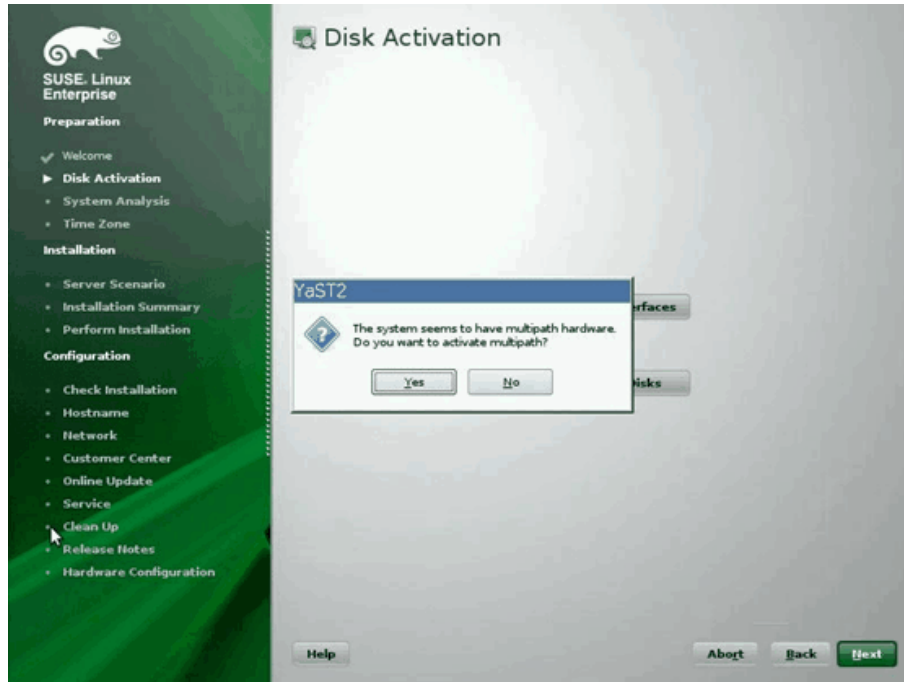

Figura 14-21. Ativação do disco
10. O YaST2 solicita que você ative múltiplos caminhos. Responda conforme apropriado (Figura 14-21).